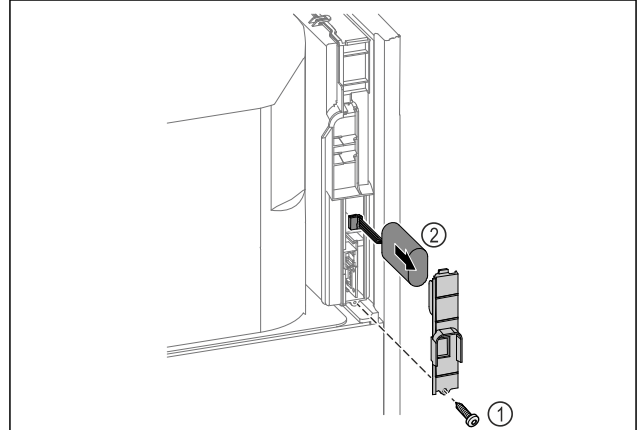

Fig. 222
- Irrota ruuvit ja poista kansi laitteen taustapuolelta Fig. 222 (1).
- Irrota paristo liittimistään ja poista paristo Fig. 222 (2).